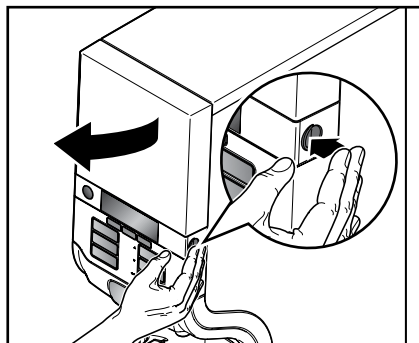

Fig. 21
1. Open the dispenser door (fig. 21).